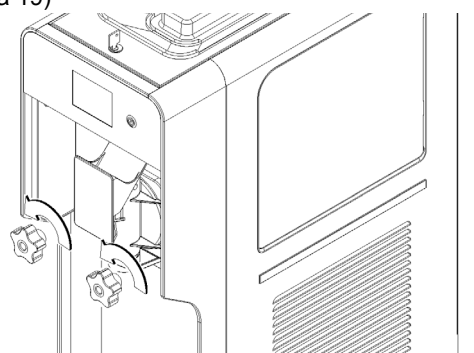

figura 19
- 5 Svitare entrambi i pomelli di fissaggio del gruppo rubinetetto. (vedere figura 19)